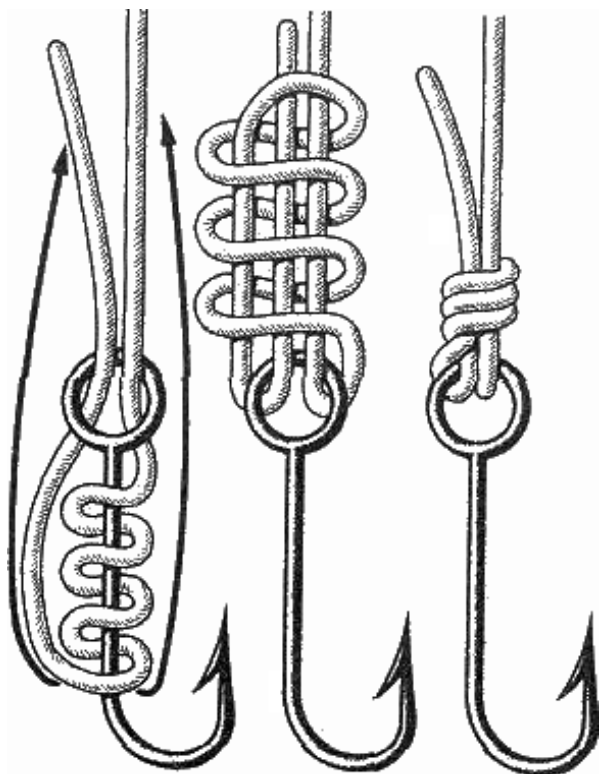

Рис. 129. Тунцовый узел
**Тунцовый узел** (рис. 129). От прочих узлов он отличается тем, что ушко крючка обхватывают одновременно две петли (как у глухой петли). Хотя вязка его сложна, он считается лучшим среди всех рыболовных узлов, предназначенных для синтетической лески.